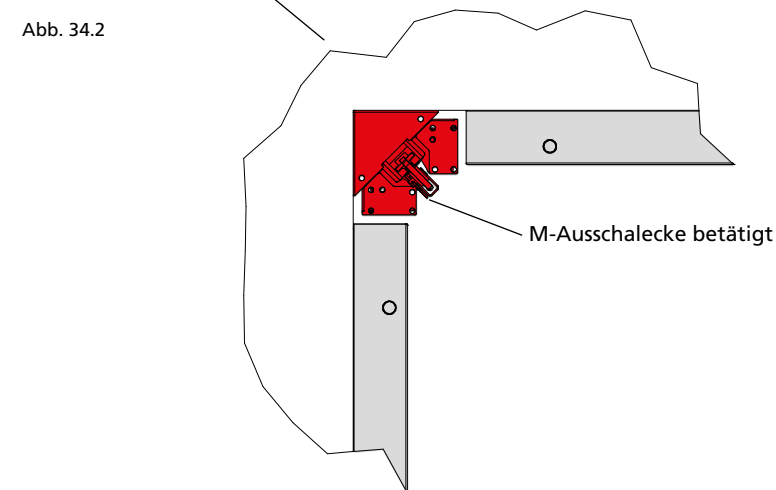

Abb. 34.3
3. M-Ausschalecke nach oben weg ziehen und Elemente ausschalen (Abb. 34.3).